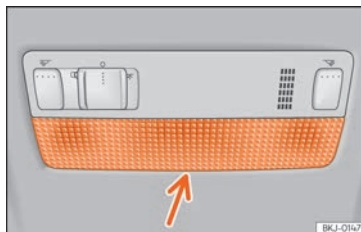

Fig. 61 Lampe de lecture avant.
- Introduisez la partie plate d'un tournevis fin entre la carcasse et le verre »» **fig. 61**.